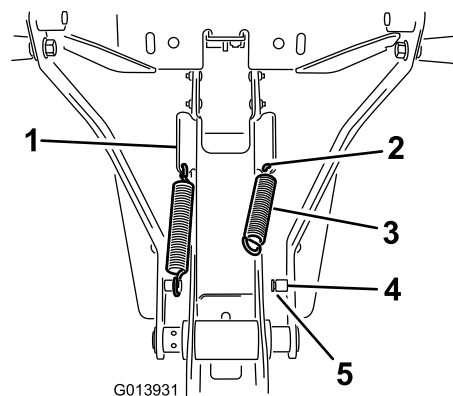

Рисунок 8
- Закрепите один конец пружины в отверстии углового выступа, а другой конец – на стойке пружины (Рисунок 8).
- Убедитесь, что конец пружины правильно установлен в канавку в стойке (Рисунок 8).
- Установите пружину в отверстие в нижнем конце углового выступа в боковой части рамы в сборе (Рисунок 8).